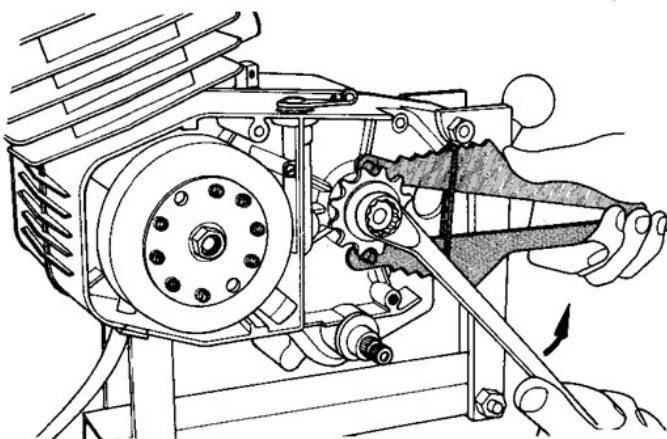
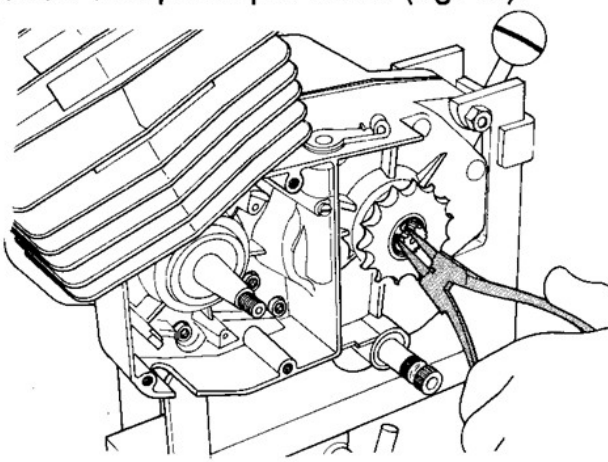

FIG. 12 Rimozione dado pignone catena
FIG. 13 Rimozione seeger pignone catena
- 7) **USANDO** la chiave a compasso (cod. 05.0338.0) ed una chiave da 17 mm togliere il dado che fissa il pignone catena (fig. 12). Nel caso di albero secondario con scanalatura rimuovere l'anello seeger usando una pinza per anelli (fig. 13).